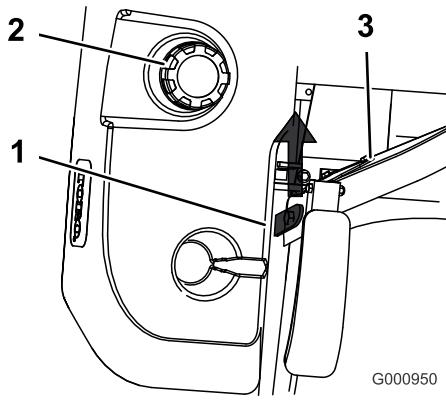

Figura 30
3. Levante o banco. Isto vai permitir o acesso à máquina debaixo do banco (Figura 30).